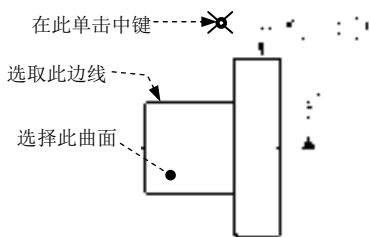

图 5.6.39 定义公差参照 (二)
Step3. 定义公差参照。在参照: 区域的 **类型** 下拉列表中选择 **曲面** 选项, 选取图 5.6.39 所示的曲面为公差参照。
(1) 在对话框中 **放置** 区域的 **类型** 下拉列表中选择 **法向导引线** 选项, 在弹出的 **LEADER TYPE (引线类型)** 菜单中选择 **Arrow Head (箭头)** 命令。
(2) 在系统  的提示下, 选取图 5.6.39 所示的边线为放置位置参照。
(3) 在图 5.6.39 所示的位置单击中键, 放置“全跳动”公差。